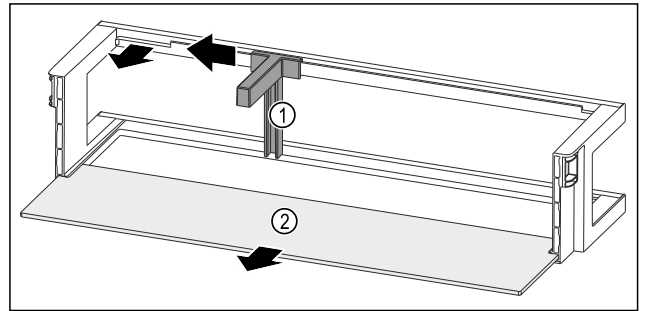

Fig. 116 Türabsteller mit Flaschenhalter und Abstellfläche
- ▶ Flaschenhalter Fig. 116 (1) bis zur Aussparung zur Seite schieben.
- ▶ Flaschenhalter Fig. 116 (1) entnehmen.
- ▶ Abstellfläche Fig. 116 (2) entnehmen.